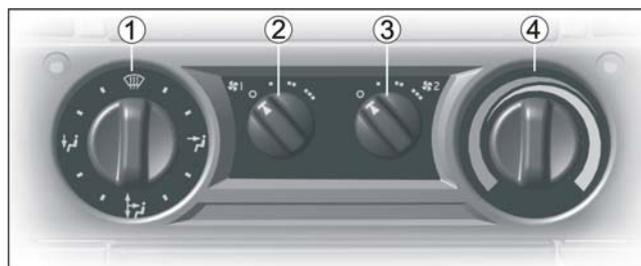

Рис. 8.2. Панель управления отоплением и вентиляцией:
– установить регулятор распределения воздуха 1 (рис. 8.2) в положение поступления воздуха к ветровому и боковым стеклам;
- установить регулятор 4 (рис. 8.2) в крайнее левое положение (широкая часть синего символа);
Автоматическая работа догревателя происходит при работающем двигателе, включенной кнопке работы догревателя, включении отопления (регулятор 4 – см. рис. 8.2) и включении вентилятора отопителя (регулятор 2 – см. рис. 8.2).